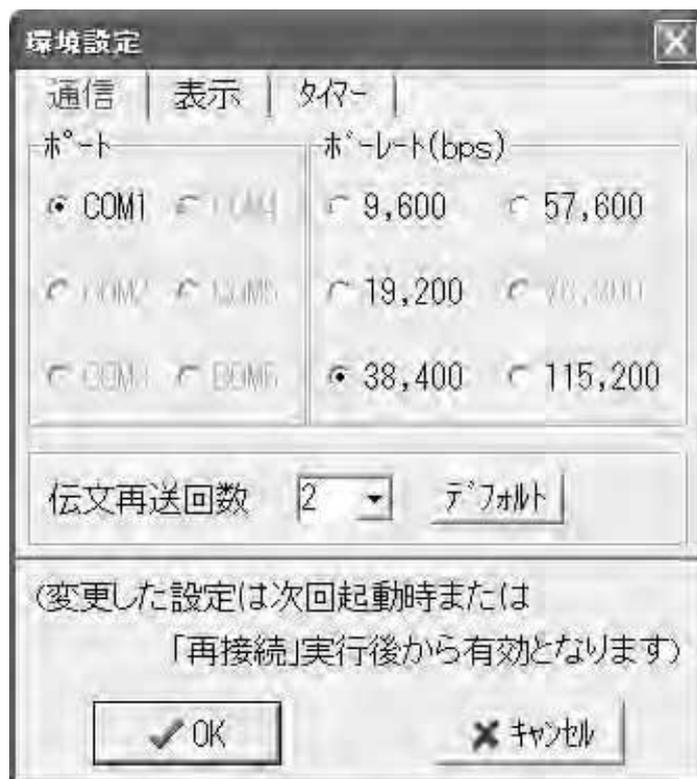

図9.7.1 環境設定 - 通信
- メニューからツール (T) →環境設定 (S) と選択します。
- 通信 のタブをクリックすると、図9.7.1の画面が表示されます。